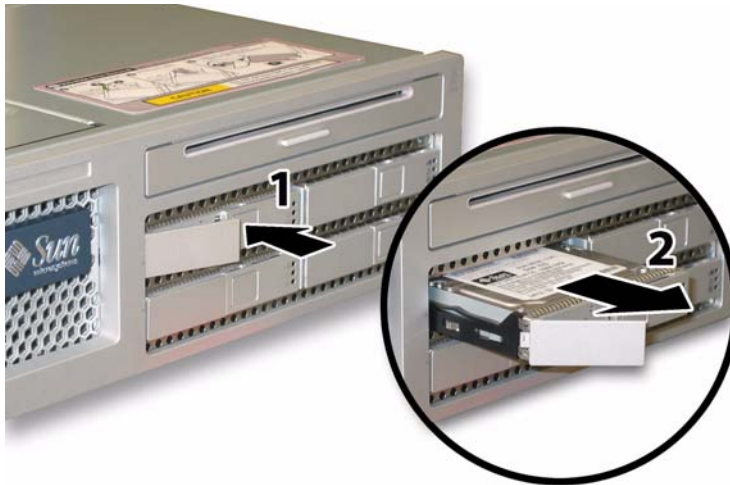

ABBILDUNG 4-32 Öffnen der HDD-Verriegelung
2. **Drücken Sie die Taste auf der Stirnseite des HDD, um die federbelastete Verriegelung zu entsperren. Siehe ABBILDUNG 4-32.**